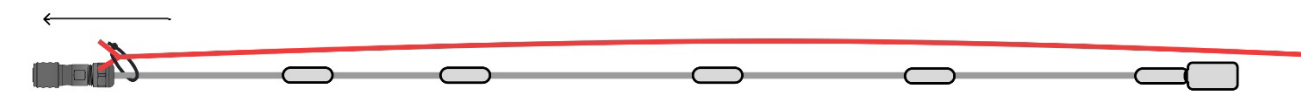

Рисунок 14. Крепление кабельной протяжки к разъему ИТМ2
- Рекомендуется закрепить на разъеме хомут или стяжку, за который можно без лишних усилий закрепить протяжку (Рисунок 14).